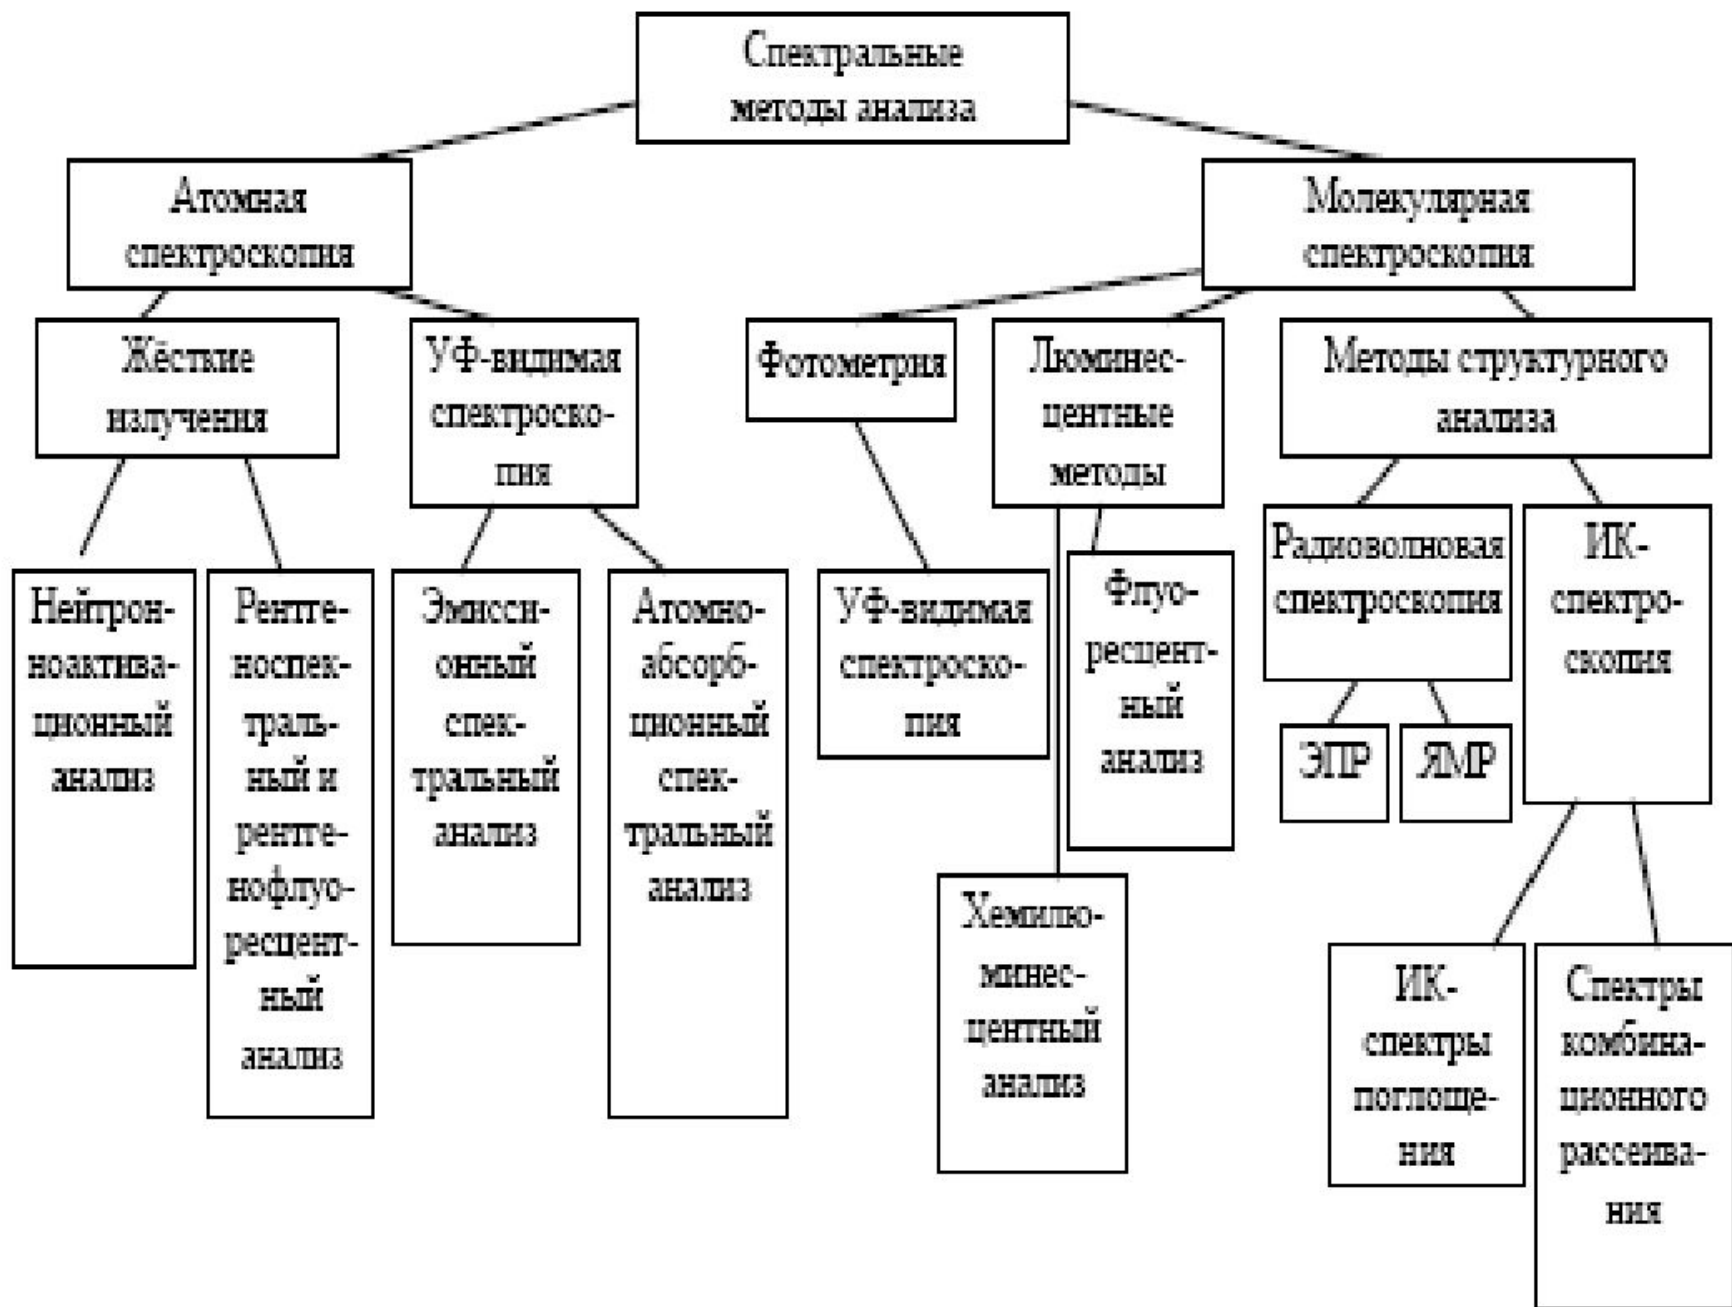

Рис. 1.9. Спектральные методы анализа объектов окружающей среды
- Наиболее применяемые **спектральные, электрохимические и хроматографические методы** анализа объектов окружающей среды (представлены на рис. 1.9 – 1.11).